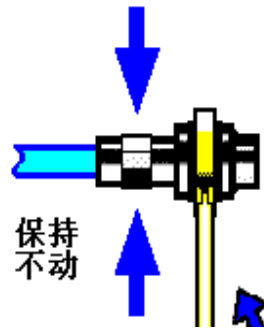

图 3.3 使用力矩扳手完成最后连接
**步骤 3.** 如图 3.3, 使用力矩扳手拧紧完成最后的连接, 注意力矩扳手不要超过起始的折点, 可使用辅助的扳手防止连接器转动。